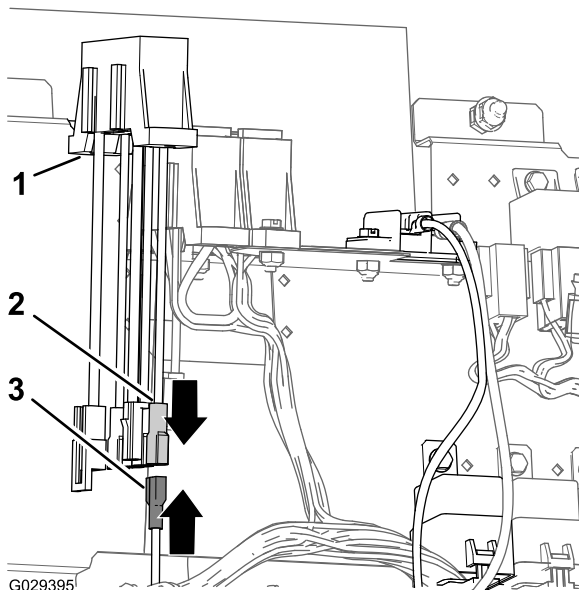

Figura 21
1. Collegate il connettore a lamelle del cablaggio preassemblato per il kit di finitura al connettore a presa del portafusibili ausiliario (Figura 21).